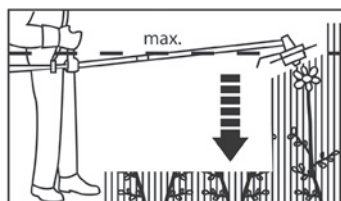

Fig. 45
- > Mantenga el cabezal de corte por debajo de la cadera (Fig. 45). Cuanto más alto esté, mayor es la posibilidad de que salgan objetos despedidos.